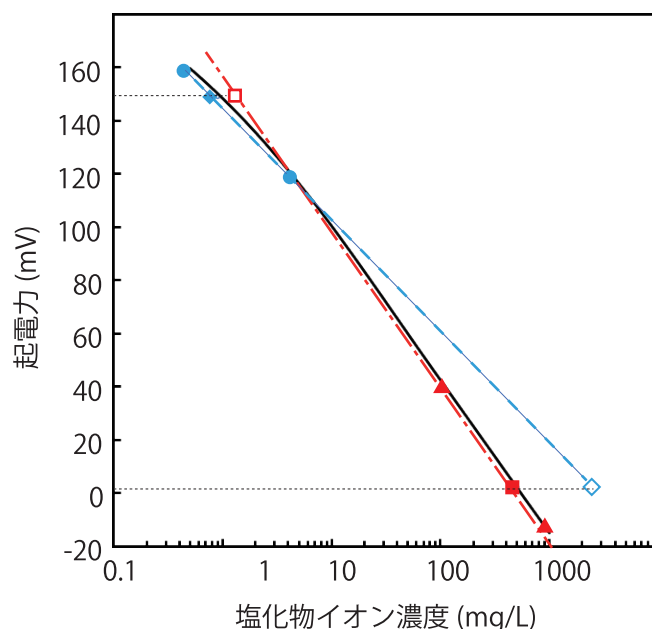

図1 イオン濃度と電位の関係
水溶液中の測定対象イオン濃度を定量する分析方法の一つにイオン電極法がある。イオン電極を用いたイオン測定を行う際、前準備として校正が必要である。校正とは少なくとも2種の既知濃度の測定対象イオンを含有する水溶液（標準液）を用いて、あらかじめ各標準液のイオン濃度における応答電位を測定して図1の点線または1点鎖線で示すような検量線を作成する操作である。校正は測定誤差を小さくする（精度よく測定する）ために測定サンプルの測定値近傍のイオン濃度の標準液を準備し、測定サンプルの測定値を挟み込むように校正することが一般的である。本テクニカルノートでは複合型塩化物イオン電極 6560S-10C を使用し、測定サンプルの測定値を挟み込むように校正した場合と、挟み込まない校正をした場合における測定値への影響について紹介する。
表1に評価内容①、②の校正後の各サンプル測定結果を示した。図1に評価内容①の低濃度校正 (0.5 と 5 mg/L:●) における検量線 (破線)、評価内容②の高濃度校正 (100 と 1000 mg/L:▲) における検量線 (1点鎖線) および各検量線を用いた測定点 (表1、図1の点参照) を示した。黒線は塩化物イオン電極の塩化物イオン濃度に対する電位応答の推定挙動を示す。この電位応答挙動は 5 mg/L を下回る付近から電位応答を曲がり始め、直線では無くなる。そのため、低濃度校正における検量線 (破線) は高濃度側で、高濃度校正における検量線 (1点鎖線) は低濃度側で黒線で示す塩化物イオン電極の塩化物イオン濃度に対する電位応答挙動よりズレが大きくなるため、サンプルの測定値を挟み込まない校正をした場合の測定値は大きな誤差が生じる要因となった。
| 校正            |               | 塩化物イオンサンプル濃度(mg/L) | 測定結果          |          | 図1の点 |